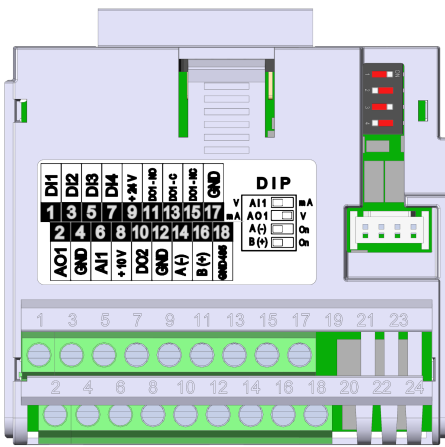

图 19.1: 插入模块CFW500-IOS
CFW500-IOS插入模块只配置了串口 (1),它通过端子14 (A-) 和16 (B+) 实现RS-485端口连接, 见图19.1.另请参阅, 端子 18 上的 GND485 与端子 17 和 4 上的 GND 隔离。